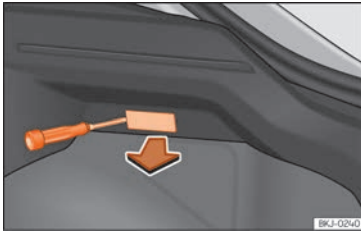

Abb. 65 Gepäckraumleuchte*
- Nehmen Sie das Lampenglas der Glühlampe durch Druck mit einem Schraubenzieher auf dessen Unterkante ab »» **Abb. 65**.